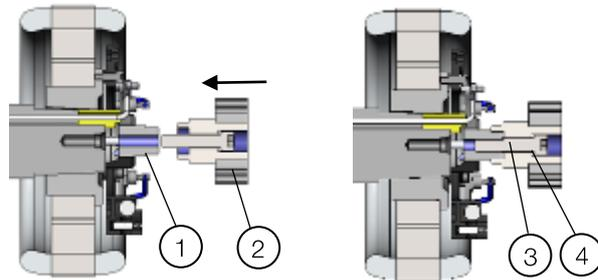

Figura 14.35: Acoplamiento del rotor de la PMG
- 2) Encajar el rotor de la PMG en el casquillo de acoplamiento del rotor de la excitatriz principal y fijarlo a través del tornillo sextavado interno M12, con torque de 120 a 140 Nm y traba química anaeróbica, conforme la Figura 14.35.
Detalle de la Figura 14.35: